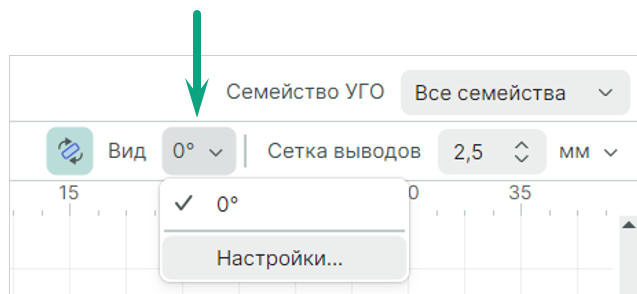

Рис. 179 Настройка типов отображения УГО
3. Выберите в выпадающем списке «Вид» пункт «Настройки...», Рис. 179.